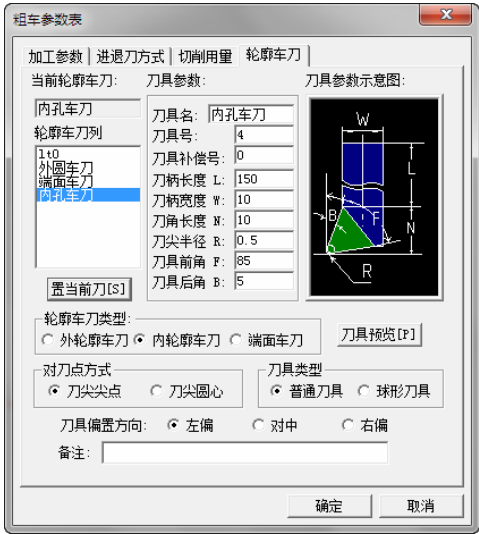

图 4-194 粗车内孔车刀参数设定
4) 单击“轮廓车刀”选项卡，在“轮廓车刀列”的列表框中直接单击“内孔车刀”，使它变为蓝色，然后单击“置当前刀”按钮，即调出了刀具库中设置的外圆车刀，具体参数显示如图 4-194 所示。